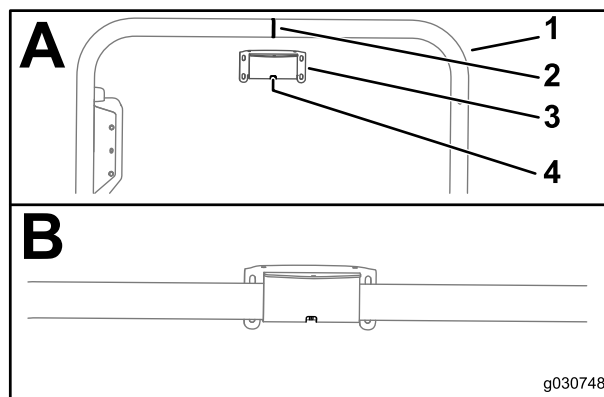

図 142
1. 受信機用マウントの中央部にあるスロットを、ROPSのセンターライン溶接跡に合わせる 図 142。